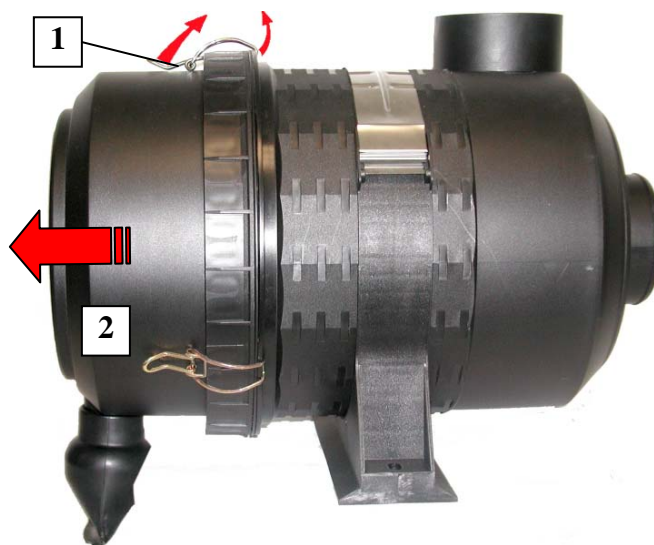

Fig. 4 Retirar la parte inferior de la carcasa
- Desenganchar los cierres metálicos (1) y retirar la parte inferior de la carcasa (2) (véase Fig. 4).